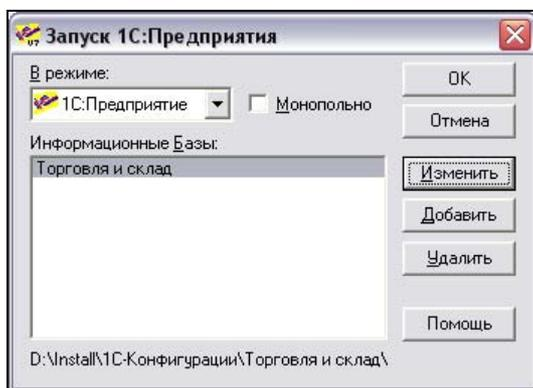

Рис. 1.11. Окно **Запуск 1С:Предприятия** после регистрации базы данных
15. После нажатия кнопки **ОК** окно запуска **1С:Предприятия** должно выглядеть как на рис. 1.11.